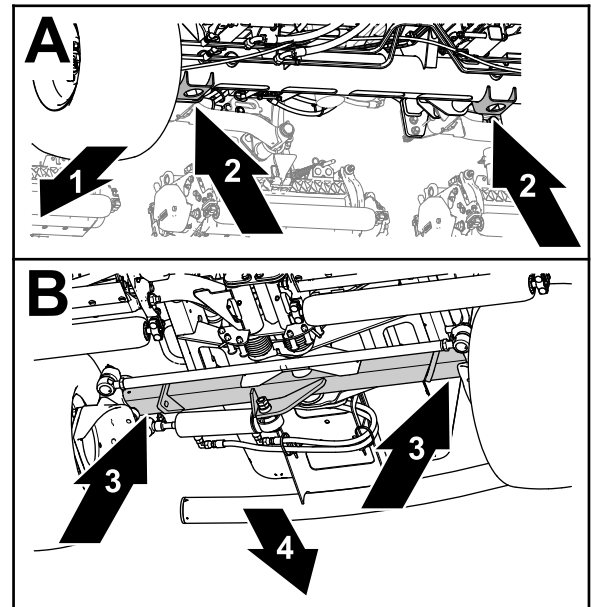

**Figura 68**
3. Sujete las mitades de las cubiertas de aire de refrigeración del generador y los limitadores de compresión con los 4 tornillos con arandela prensada y las 4 contratuercas con arandela prensada (Figura 68).